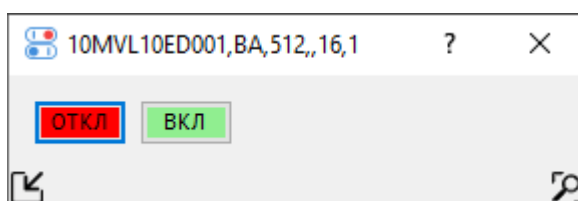

Рисунок 30 – Внешний вид окна управления блоком АВР
7.9.9 Перечень состояний (команд) блока управления АВР, которые могут быть введены с помощью интерфейса пользователя (см. рисунок 30):